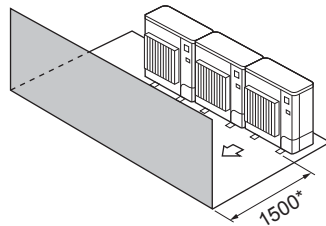

Fig. 2-10
③ Yalnızca öndeki engeller (Fig. 2-10)